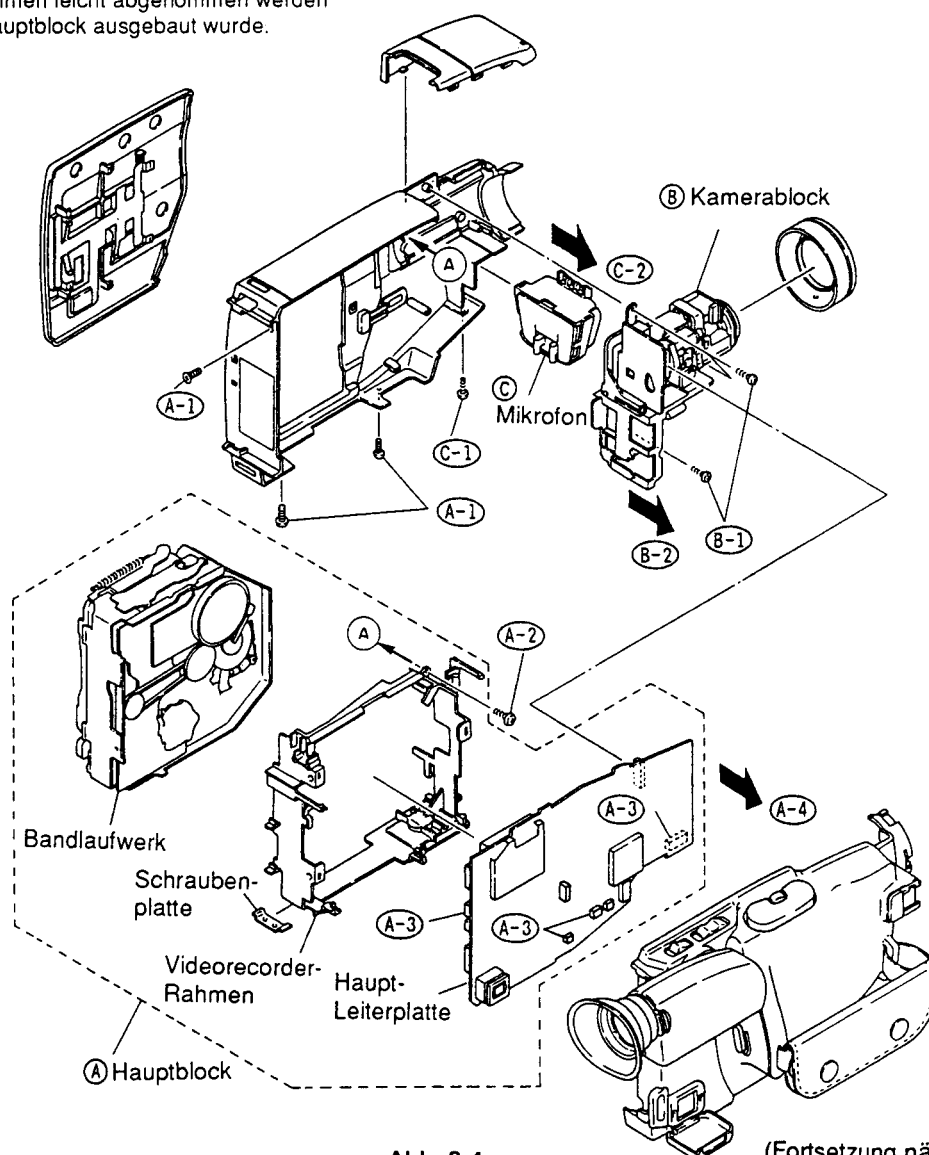

Abb. 3-4
B. Kamerablock (Abb. 3-4)
- 1) Drei (3) Schrauben entfernen.
C. Mikrofon (MIC) und linkes Gehäuse (Abb. 3-4)